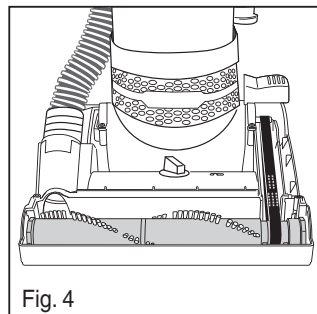

Fig. 4
- 4) Retire el cepillo de rodillo y la banda. Coloque la banda nueva alrededor del eje del motor y del extremo derecho del cepillo de rodillo (Fig. 4).